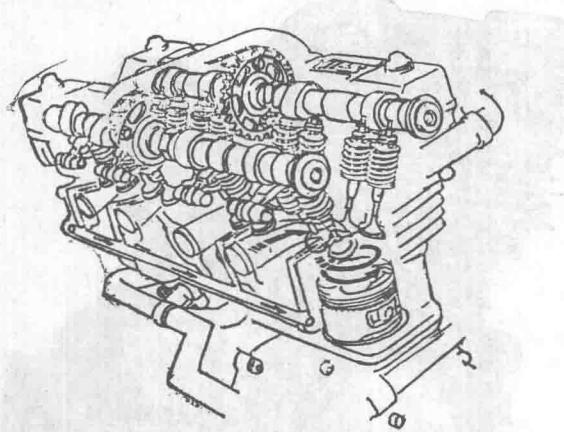

图19 雅马哈
⑧ 为提高进气效率，YICS进气控制系统在原进气通道之外，又增加了一个副进气道。当一个气缸处于吸气行程时，与另一个气缸的副进气道之间产生压力差。利用这个压力差来喷射混合气，使该混合气与从主气道来的混合气一起形成涡流，可使燃烧效率提高，从而获得高功率和燃料低消耗(图19)。